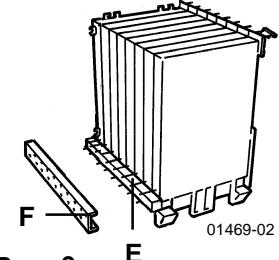

Рис. 9
- Установить задний коллектор (E) (рис. 9). Наваренная на коллектор центровочная шпонка обеспечивает точную установку коллектора по отношению к прижимной скобе(F).